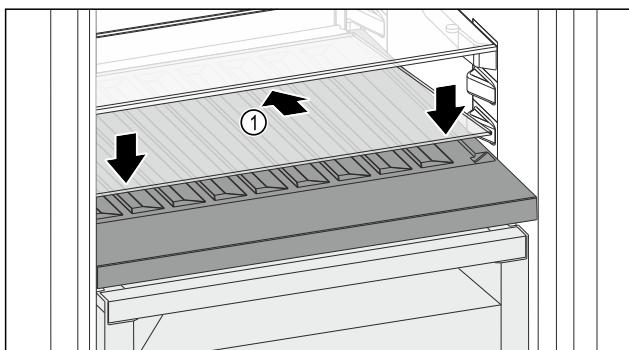

Fig. 158
- ▶ 向后下方倾斜放置玻璃隔板 Fig. 158 (1)。
- ▶ 放低玻璃隔板 Fig. 158 (1) 前部。